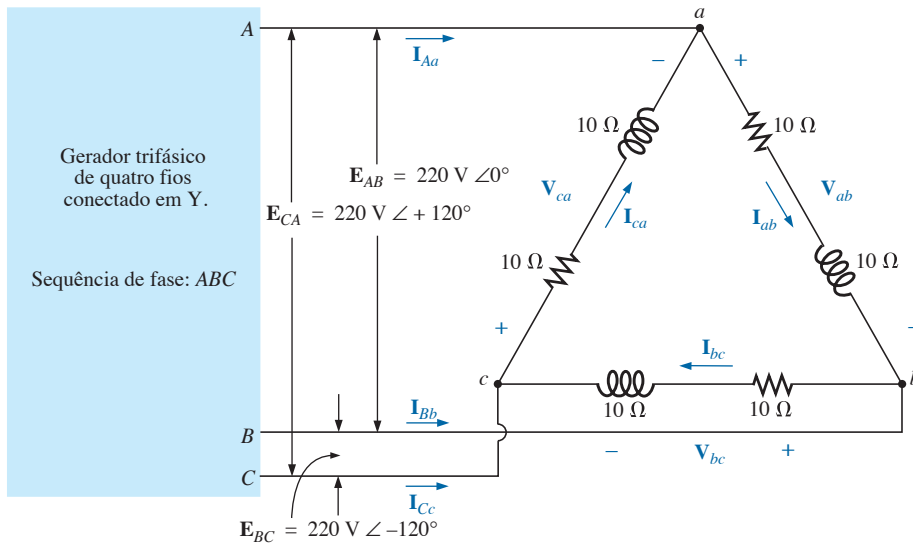

Figura 23.43 Problemas 16, 35 e 47.
16. Para o sistema mostrado na Figura 23.43, determine o módulo das tensões e das correntes desconhecidas.